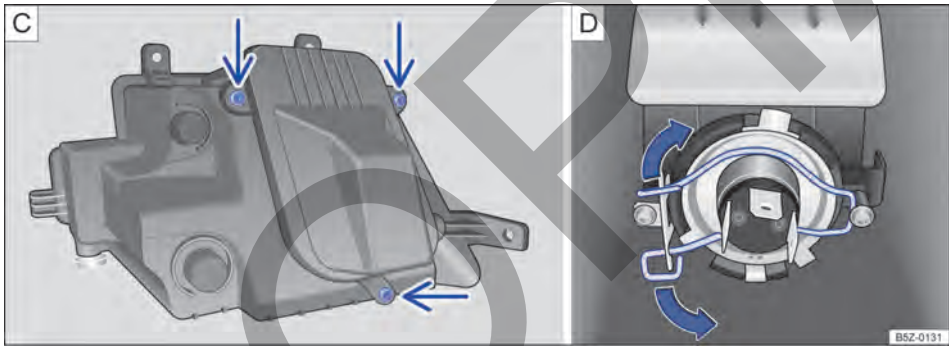

Fig. 148 En el paragolpes delantero: **C** retirar los tornillos de la cubierta de la bombilla y **D** bombilla del farol de neblina.
6. Retirar los tornillos indicados por las flechas → fig. 148 **C**, para acceder a la bombilla del farol de neblina.
8. Comprimir el resorte de bloqueo en el sentido de la flecha → fig. 148 [D] y moverlo para desbloquear la bombilla.
14. Volver a colocar con cuidado el farol de neblina en el alojamiento del parachoques → ①.